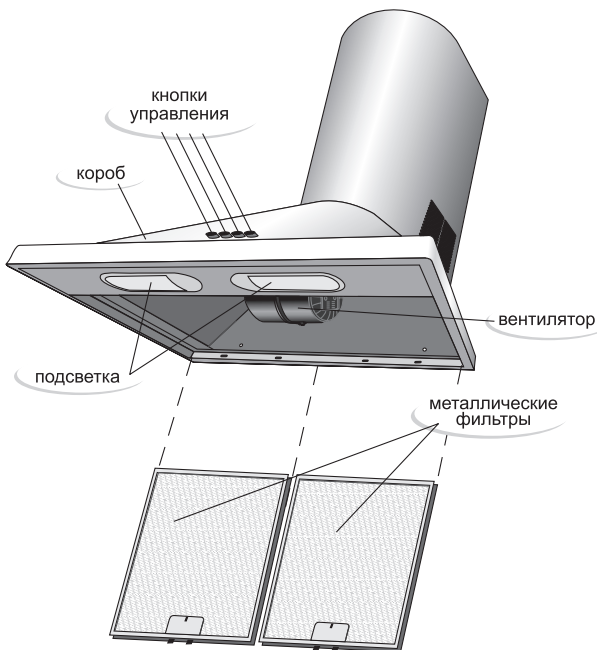
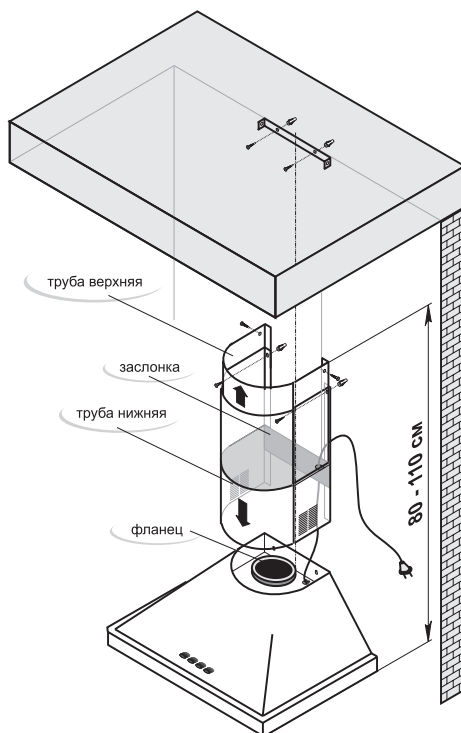

Рис. 1
Рис. 5
- 5.1 Внутри короба воздухоочистителя (рис. 1) располагаются вентилятор и узел подсветки. Снизу короб закрывается металлическим фильтром. На передней поверхности короба расположены кнопки управления работой воздухоочистителя. В верхней полости короба воздухоочистителя (рис.5) находится фланец для отвода очищенного воздуха.
**ВНИМАНИЕ:** МИНИМАЛЬНОЕ РАССТОЯНИЕ МЕЖДУ ПЛОСКОСТЬЮ УСТАНОВКИ ПОСУДЫ НА ПЛИТУ (НАГРЕВАТЕЛЬНОЙ ПОВЕРХНОСТЬЮ) И ВОЗДУХООЧИСТИТЕЛЕМ ДОЛЖНО БЫТЬ 75 СМ. ВОЗДУХООЧИСТИТЕЛЬ КРЕПИТЬ НА РОВНУЮ ПОВЕРХНОСТЬ (РИС.5)!